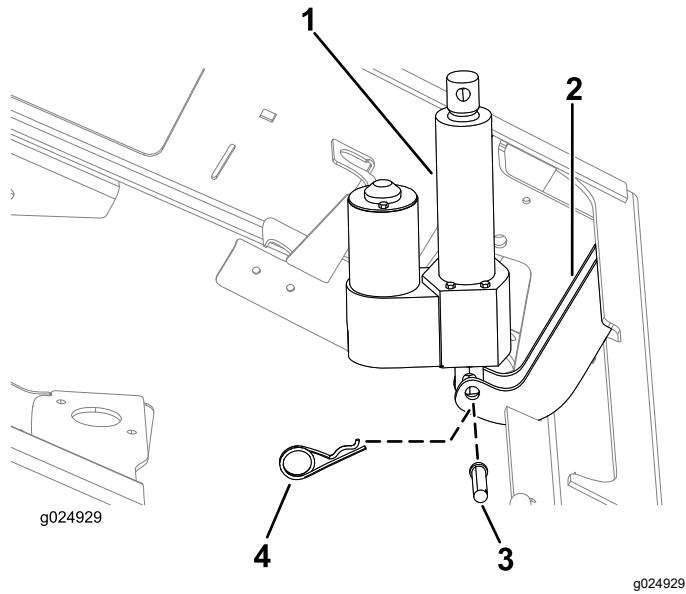

Figura 9
1. Aline o furo no ponto de montagem inferior do acionador do elevador com os furos nos suportes montados no chassis (Figura 9).
2. Fixe o acionador do elevador aos suportes montados no chassis com o passador de forquilha (2¼ pol.) e o contrapino (Figura 9).